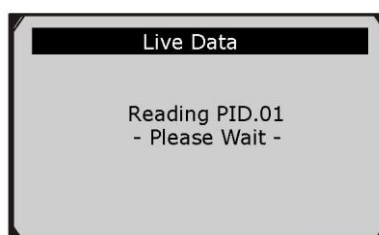

Рисунок 5-10
- 2) Подождите несколько секунд пока сканер проверит доступные ПИД-регуляторы. См. рисунок 5-10.